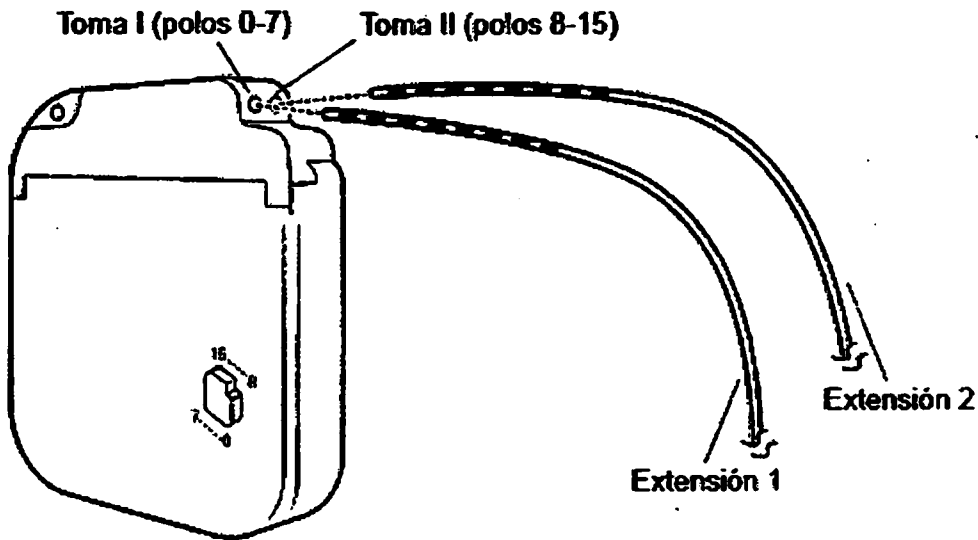

Figura 1. Introduzca los conectores de las extensiones totalmente en las tomas del neuroestimulador.
4. Introduzca el conector de cada extensión en la toma del neuroestimulador adecuada hasta que quede totalmente encajado en el bloque de conexión (Figura 1).